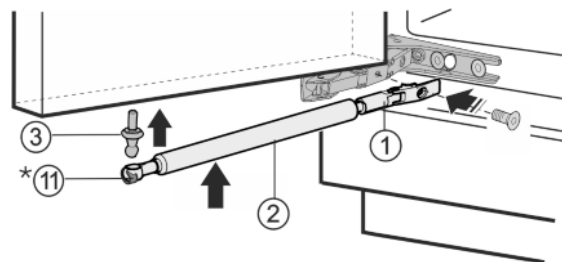

Fig. 5
- ▶ Kogeltap Fig. 5 (3) in de nieuwe bevestigingsboring vast met **4 Nm** schroeven (Torx® 25).
- ▶ Spanveer Fig. 5 (11) weer naar binnen schuiven.\*
- ▶ Houder Fig. 5 (1) met **3 Nm** goed vastschroeven.
- ▶ Sluitdemper Fig. 5 (2) in de kogeltap inhangen.